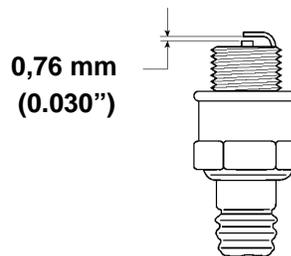

Abbildung 15
3. Den Elektrodenabstand an der neuen Kerze auf 0,76 mm (0.030") einstellen (Abb. 15).